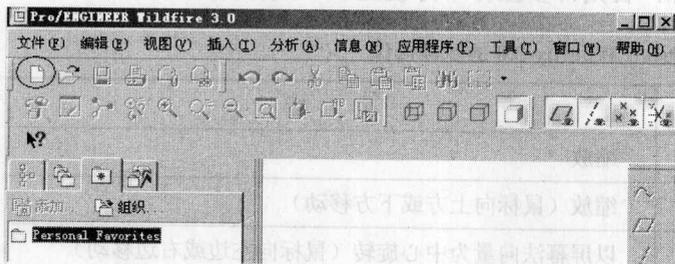

图 1-8 新建文件
- (1) 在文件工具栏单击创建新对象按钮，如图 1-8 所示。